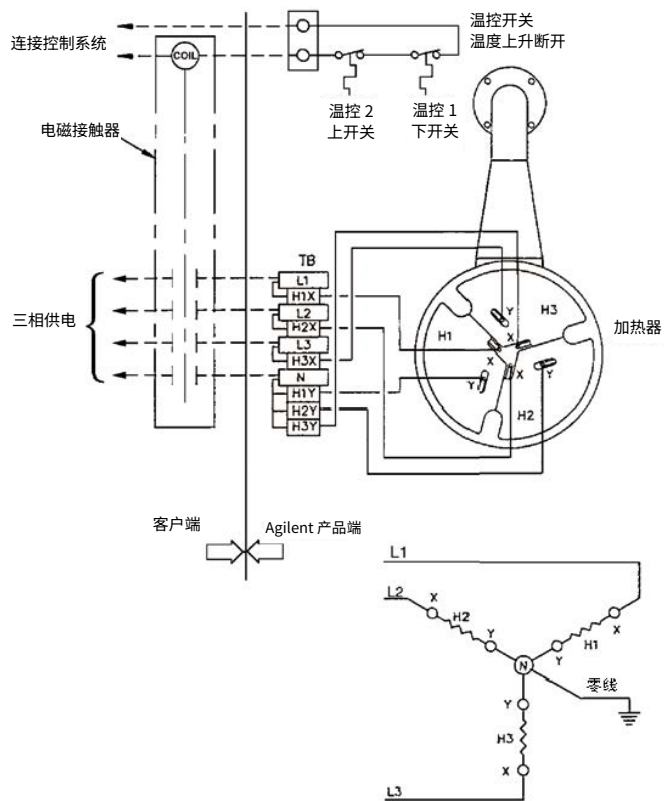

图 12 HS-16 三相星形接法电路
- 1 将所有泵体和前级冷却系统串联起来（速冷盘管除外）。单独连接冷帽的冷却盘管（图 12）。冷却水流量见表4。较高的流量不会损坏泵。